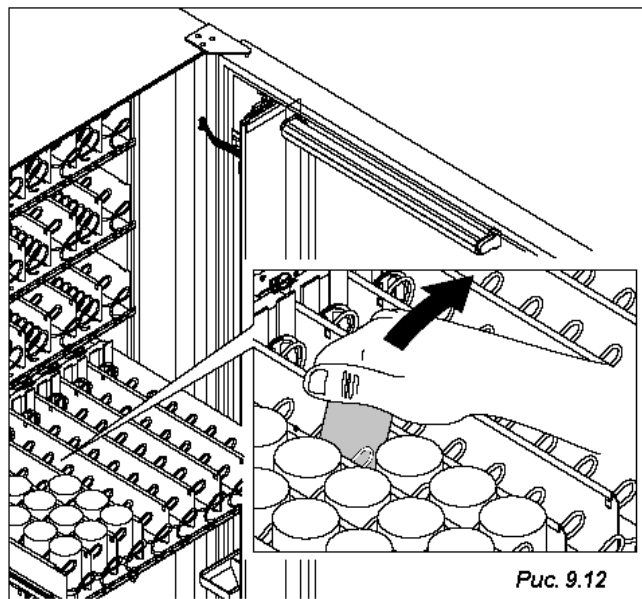

Рис. 9.12
- извлечь все продукты из контейнеров (Рис. 9.12)